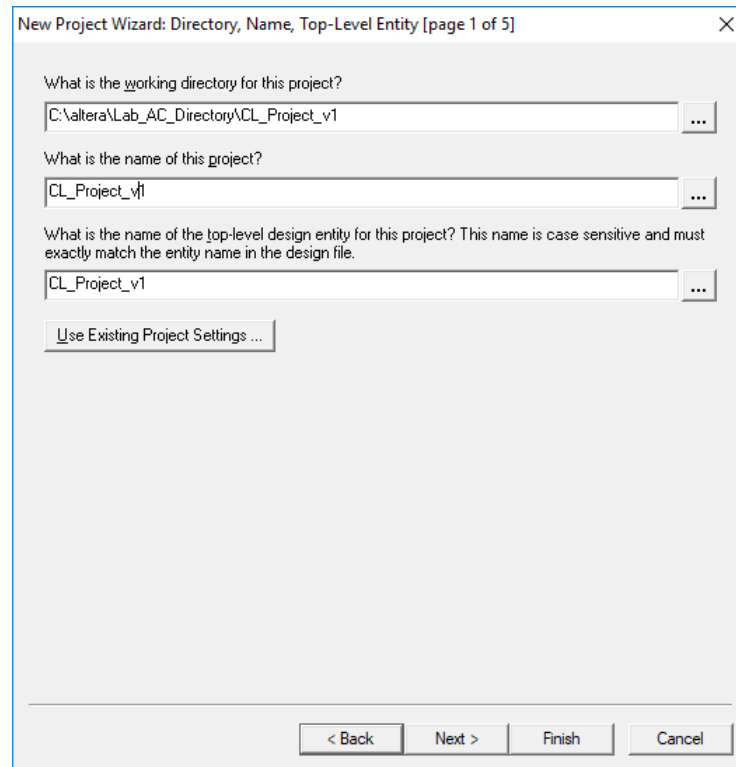

Рис. 1.4. Приклад налаштування першої сторінки майстра **New Project Wizard**
**2.3.** На першій сторінці майстра створення проекту (рис. 1.4) введіть наступну інформацію в текстові поля (приклад заповнення наведено в табл. 1):
- Назва робочого каталогу проекту. Каталог буде містити всі робочі файли проекту та інші файли, що пов'язані з даним проектом. Якщо каталог раніше не був створений, *Quartus II* створить його автоматично. Якщо каталог вже був створений необхідно вказати шлях до нього, натиснувши на піктограму  праворуч від текстового поля (рис. 1.4). Введене ім'я автоматично відображається в інших текстових полях вікна;